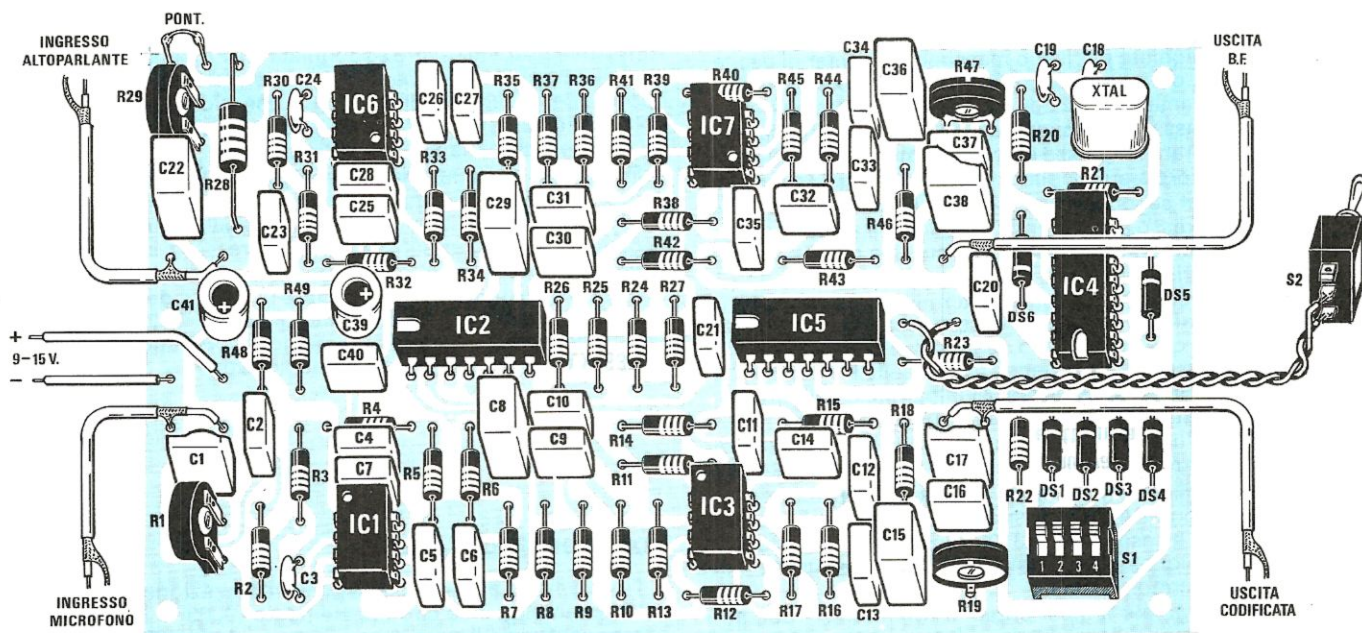

Fig. 4 Schema pratico di montaggio del codificatore e decodificatore scrambler. Si noti in basso a destra il dip-switch per generare la frequenza di codifica.
contorna il corpo, sia rivolta come è chiaramente indicato nello schema pratico di fig. 4.
Ora, inserite negli zoccoli i relativi integrati controllando che l'asola o la tacca di riferimento sia rivolta come riportato nel disegno pratico di fig. 4.
- 2) Anzichè prelevare il segnale dall'altoparlante, potrete prelevare dal terminale estremo del potenziometro del volume (vedi fig. 4) e sul terminale rimasto libero collegate l'uscita dello scrambler.
Tutto il materiale necessario per la realizzazione dello scrambler, cioè circuito stampato LX.637 e i componenti visibili in fig. 4 L. 51.000